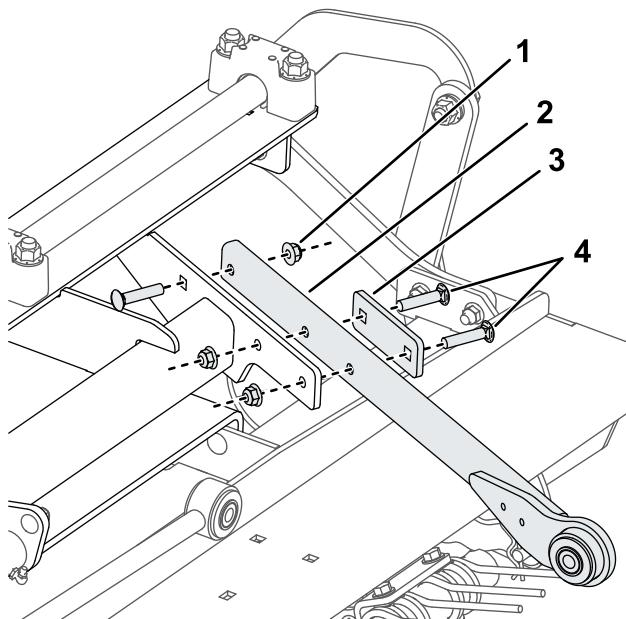

Figura 3
1. Instale, pero no apriete, un brazo de empuje en el apero combinado con pletinas de apriete y pernos de cuello cuadrado ( $\frac{3}{8}$ " x 1  $\frac{3}{4}$ "), como se muestra en la Figura 3.